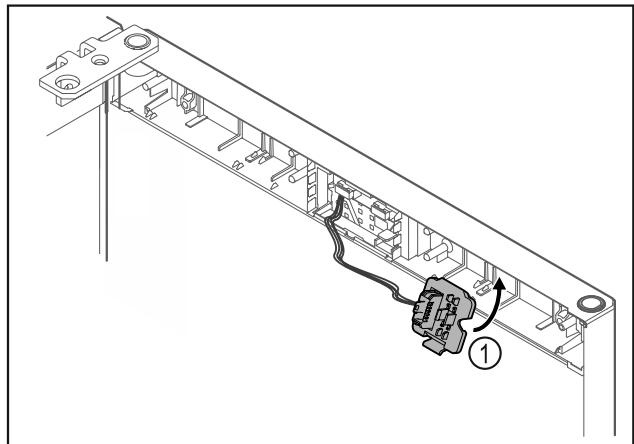

Fig. 23
- Užfiksokite kištuko laikiklį Fig. 23 (1) priešingoje pusėje.